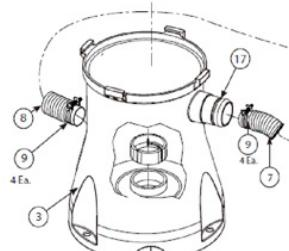

ABB. 1
3. Nehmen Sie den Eingangs- und Ausgangsschlauch (7, 8) und entnehmen Sie dem Beutel mit dem Zubehör die vier Schlauchschellen (9). Lockern Sie die Schlauchschellen und schieben Sie sie auf beide Enden jedes Schlauchs. Setzen Sie einen Schlauch auf den Eingang des Filtergehäuses und einen Schlauch auf seinen Ausgang auf. Ziehen Sie beide Schlauchschellen (9) am Filtergehäuse fest. Siehe **Abb. 1, 3 und 4**.
4. Montieren Sie das Sieb mit der Durchführungshülse (11, 12) an den Ausgang der Poolwand. Setzen Sie den Ansaugschlauch vom Filtergehäuse auf die Durchführung des Pools auf. Ziehen Sie die Schlauchschelle fest. Siehe **Abb. 1, 3 und 4**.
5. Montieren Sie den Stromgleichrichter mit der Durchführungshülse (11, 13) an der Poolwand. Setzen Sie den Ausgangsschlauch des Filtergehäuses auf die Eingangs-durchführung des Pools auf. Ziehen Sie die Schlauchschelle fest. Beginnen Sie mit dem Einlassen des Wassers in den Pool. Siehe **Abb. 1, 3 und 4**.